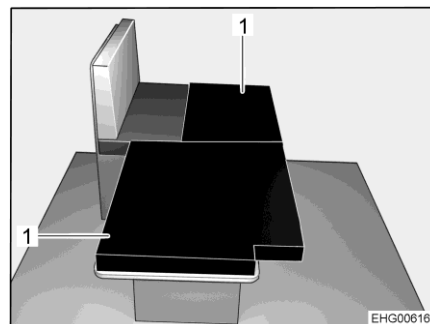

Bild 63 Efter ombyggnaden
- Lägg de båda extra dynorna (Bild 63,1) på det nersänkta bordet så som visas i bild.